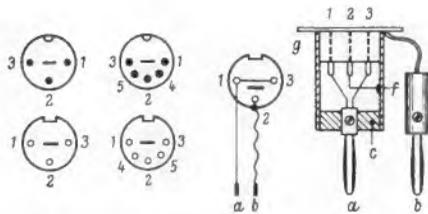
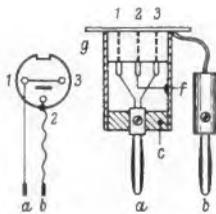
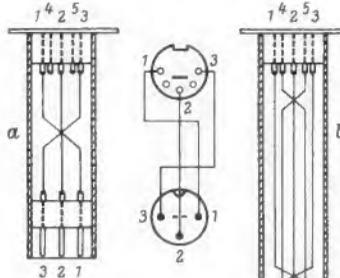
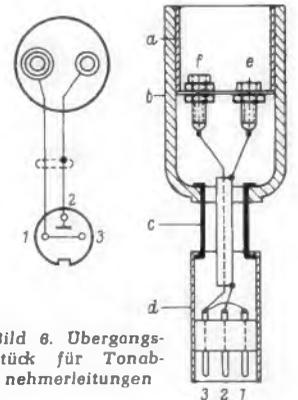

Bild 1. Lötanschlüsse bei Dioden-Normsteckern und Buchsen
Bild 2. Übergangsstück Diodenbuchse auf Bananenstecker
Bild 3. Kupplungsstück für dreipolige und fünfpolige Leitungen
Bild 6. Übergangsstück für Tonabnehmerleitungen
Zweckmäßig erregt man mit dem Impuls ein Relais, dessen Kontakte dann die gewünschten Funktionen auslösen. Die Standardschaltung hierzu zeigt Bild 2. Die in jedem Gerät vorhandene Endstufe wird über einen fest eingestellten Pegelregler auf den Ausgang des Wiedergabeverstärkers geschaltet. Parallel zum Ausgangsübertrager liegt über einen Trennkondensator ein Brückengleichrichter mit einem Ladekondensator und der Relaiswicklung. Etwaige Entzerrnetzwerke vor dem Gitter müssen vom Pegelregler umgangen werden. Der Übertrager ist mit dem Kondensator  $C_p$  auf eine von den Geräteeigenschaften abhängige Frequenz abgestimmt; infolge der starken Dämpfung ist die Resonanzkurve sehr breit. Diese Maßnahme ist grundsätzlich zu empfehlen. Um eine möglichst hohe Markierungsspannung zu erhalten, wird man den Abtastabstand nicht größer als unbedingt nötig wählen. Man macht nun zusätzlich von der unter Punkt 3 beschriebenen Möglichkeit der frequenzabhängigen Trennung Gebrauch und berücksichtigt bei der Festlegung von  $f_M$  möglichst auch die Formel (1).
Bild 2. Standardschaltung der Endstufe zur Impulsabfrage. L ist der normale Lautstärkeregler, V ein Pegelregler, mit dem der Relais-Ansprechpegel eingestellt wird. Die übrige Schaltung bis zum Hörkopf bleibt unverändert. Im allgemeinen muß lediglich dafür gesorgt werden, daß im Suchlauf der erforderliche Band - Kopf - Abstand eingehalten wird
Bei dieser Bemessung kann der Kondensator  $C_k$  unter Umständen weggelassen werden. Der Ladekondensator  $C_L$  dient mehreren Zwecken: er verhindert Flattern des Relais bei tiefen Frequenzen trotz der Frequenzverdopplung durch den Brückengleichrichter; er bringt eine Anzug- und Abfallverzögerung, die das Ansprechen bei Störimpulsen kurzer Dauer, bei Knackgeräuschen usw. verhüten soll. Bild 3 zeigt die nach dieser Schaltung gewonnene Relais-Gleichspannung.
Bild 3. Verlauf der Relaisgleichspannung in einer Schaltung nach Bild 2, jedoch mit  $a = 2,5$  mm. Die Unterdrückung der Wellenlänge 8,3 mm ( $\approx 30$  Hz) gegenüber der Wellenlänge 19 mm der Markierungsfrequenz 10 Hz beträgt etwa 17 dB. Der gegen Bild 1 steilere Verlauf rührt im wesentlichen vom vergrößerten Abstand her, zum kleinen Teil wirken sich die Abstimmung des Ausgangsübertragers und die Gleichrichterkennlinie
Rechts: Bild 4. Die einfachste Vorwahlschaltung. Der Magnet M des Schrittschaltwerkes Sch wird vom Impulsrelais I aus Bild 2 erregt. Das Relais A zieht nach Erreichen der vorgewählten Impulszahl an; seine Kontakte setzen entweder das Gerät +U still oder leiten automatische Wiedergabe ein
Zunächst noch einen Rat an alle Amateure, die sich nicht oft mit Löt- und Schaltarbeiten befassen: Zeichnet vor dem Beginn die zu verdrahtende Schaltung nochmals mit Bleistift auf und vergleicht sie mit dem Original. Dann ist zu prüfen, ob der LötKolben wirklich heiß und gut verzinnt ist. Dann die Lötstellen für sich verzinnen... und dann erst anlöten! Nach dem Löten ist die fertige Verbindung auf der Bleistift-Skizze mit Farbstift nachzuziehen, so daß man jederzeit sehen kann, was fertig ist oder was noch fehlt. Zu beachten ist ferner, daß die Lötanschlüsse bei Normbuchse und Normstecker seitenverkehrt liegen (Bild 1); Leitungen nicht zu kurz abschneiden, denn kürzen kann man immer noch! Bei Abschirmgeflechten darauf achten, daß absprennende Drähtchen keine Kurzschlüsse bilden! Bei den winzigen Lötflächen oder Lötstiften darauf achten, daß kein Lötzinn überläuft oder zu große Lötspitzen die Metallhülsen berühren. Wenn möglich, sind dünne Isolierfolien (Plastikmaterial) zwischen den Gefahrenstellen anzubringen! Da die fünfpoligen Buchsen auch zu den dreipoligen Steckern passen, ist es ratsam, einheitlich fünfpolige Buchsen zu verwenden.
Zunächst benötigt man Leitungen für den Übergang vom Normstecker auf Geräte mit den alten Telefonbuchsen und umgekehrt. Als Abschirmhülsen hierfür besorge man sich dünnwandige Messinghülsen, wie sie in Geschäften für Angelsport-Bedarf zu erhalten sind. Man preßt nach Bild 2 auf einer Seite die Normbuchse ein und führt durch einen Schlitz die Litze für den Bananenstecker heraus. Sie wird mit Stift 2 der Normbuchse und dem Gehäuse (Punkt f) gut verlötet.
Ähnlich ist der Aufbau der Kupplungsstücke nach Bild 3. Hierbei ist zu beachten, daß die Leitungen im Innern der Abschirmhülse lang genug sein müssen und zuerst an die Lötflächen der Buchsenteile zu löten
Ein weiteres Übergangsstück, ähnlich dem in Bild 2, aber Stecker- und Kupplungsteil vertauscht, ist in Bild 6 dargestellt. Es dient zum abgeschirmten Anschließen von Tonabnehmerschnüren vom Plattenspieler oder